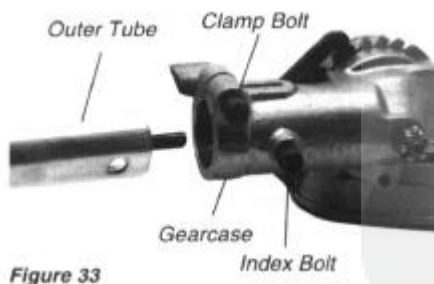

Figure 33
- ? SMEREN VAN HET DRIJFWERK. Voordat u dit gaat doen, verwijdert u eerst het drijfwerk van de steel. Zie fig. 33